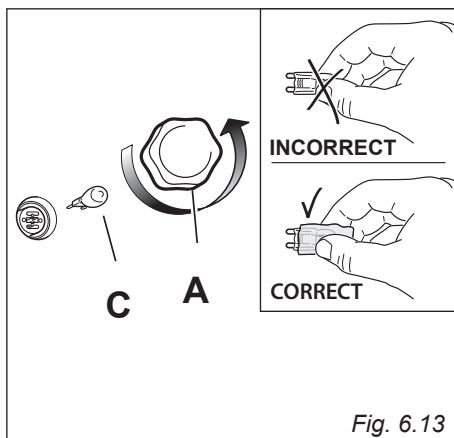

Fig. 6.13
- Retirez le couvercle de protection "A" (fig. 6.13).